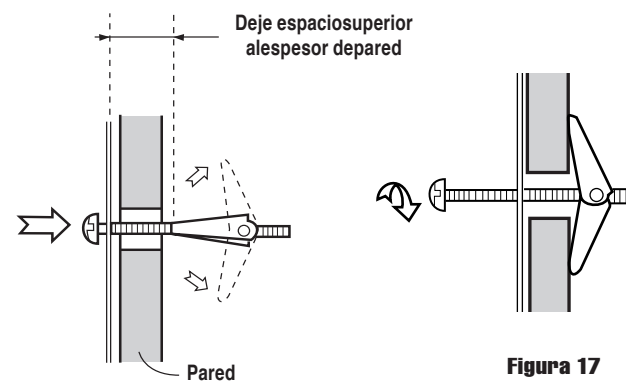

Figura 16
3. Coloque la Placa de Montaje con los Pernos de Anclaje sujetos, en el sitio de pared e inserte los Pernos y Tuercas de Anclaje a través de los orificios en la pared con las Tuercas de Anclaje cerradas. Vea la Figura 16. Utilice Tornillos para Madera.